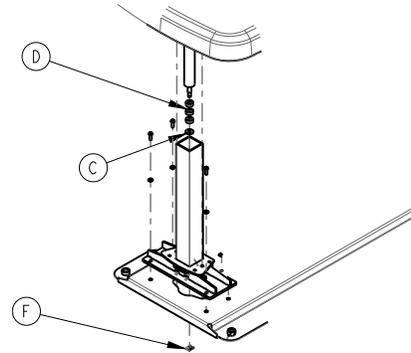

Figure 16 – Tige du vérin pneumatique
10. Saisir la tige du vérin pneumatique et tirer vers le haut pour retirer la vérin pneumatique du support de fixation de la base. Retirer et conserver les rondelles (D), les pare-chocs (C) et le clip (F) (Figure 16). Jeter le vérin pneumatique.